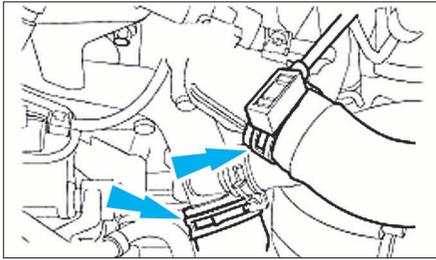

FIG. 41
- Desserrer l'écrou et les colliers de fixation, puis déposer le conduit de sortie de l'échangeur d'air (8).
- les durits de refroidissement du boîtier de thermostat et du tuyau de distribution de liquide de refroidissement (Fig.41).